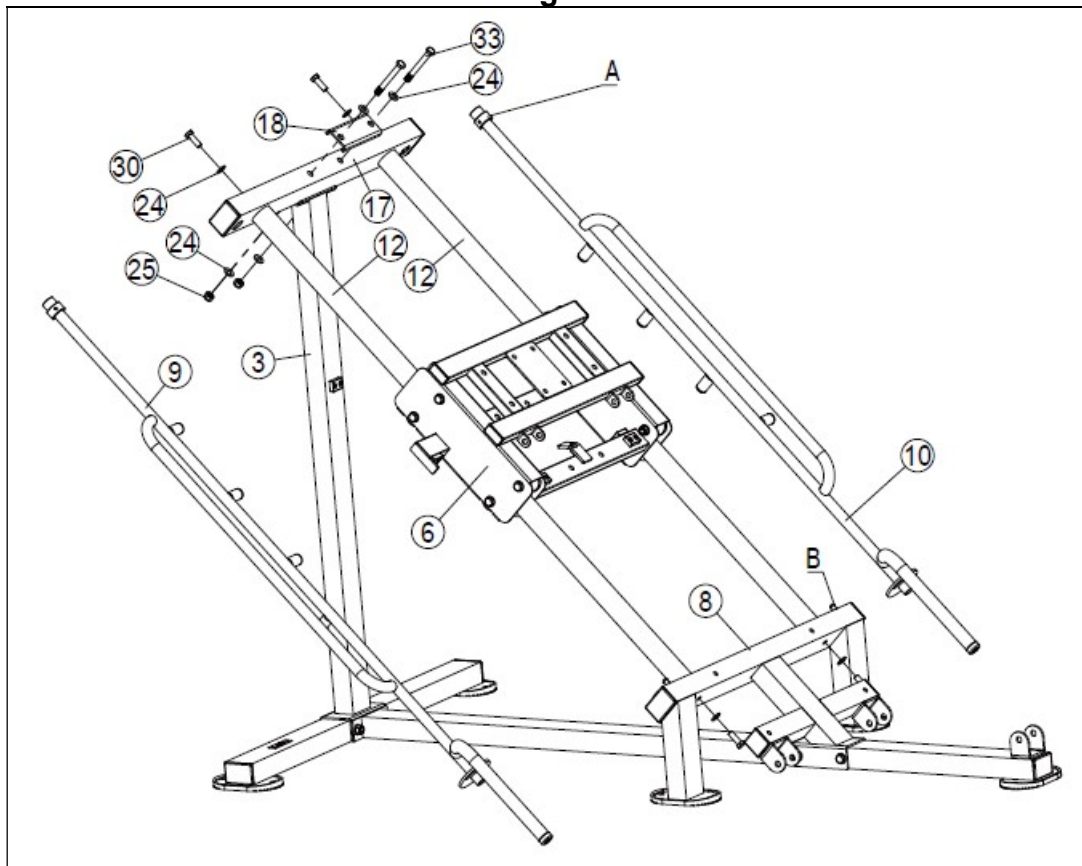

Fig.3
3.- Coloque la estructura (14) y atorníllela al carro (6) usando los tornillos (31), las arandelas (24) y las tuercas (25), Fig.3.
Coloque el respaldo (21) en el soporte (16) usando los tornillos (26), Fig.3.
Posicione el soporte (16) en las chapas U (A) del carro (6) y coloque los tornillos (32), las arandelas (24) y las tuercas (25), Fig.3.
Coloque el soporte pesas (11) en la estructura (14) usando el tornillo (36) y la arandela (23), Fig.3.
Posicione el soporte (13) en las chapas U (A) del soporte inferior (8) y coloque los tornillos (32), las arandelas (24) y las tuercas (25), Fig.3.
- 3.- Attach the support frame (14) and fix it to the sliding frame (6) using the screws (31), the washers (24) and the nuts (25), Fig.3.
Attach the backrest (21) to the support (16) using the screws (26), Fig.3.
Position the support (16) on the U plates (A) of the sliding frame (6) and fit the screws (32), the washers (24) and the nuts (25), Fig.3.
Attach the weight support (11) to the frame (14) using the screw (36) and the washer (23), Fig.3.
Place the support (13) on the U plates (A) of the lower support (8) and fit the screws (32), the washers (24) and the nuts (25), Fig.3.